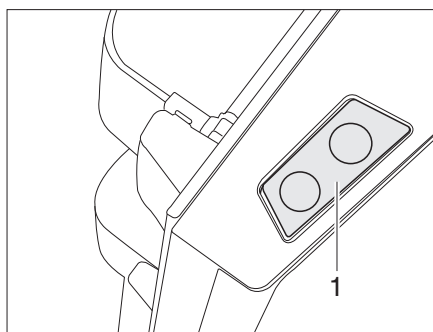

Fig. 202 Touche de déverrouillage de la porte du réfrigérateur (Dometic Série 8)
- Appuyer sur la touche de déverrouillage (Fig. 202,1) et ouvrir le réfrigérateur.